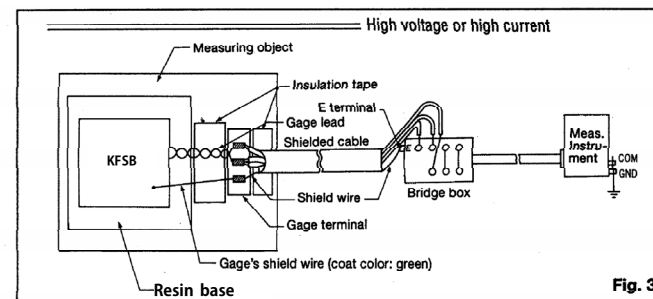

Fig. 3
- ☞ Connect the GND terminal of the measuring instrument to the ground. (Fig.3)
⇒測定器の GND 端子をアースに接続してください (図 3)